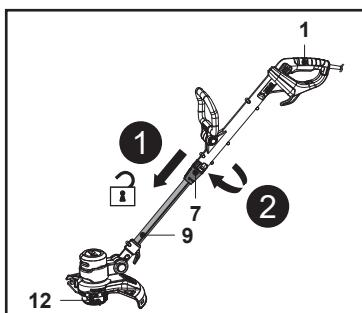

Fig. 6
- Deslice el botón de desbloqueo (7) hacia abajo y gire la empuñadura principal (1) hacia la derecha mientras sujetla la parte inferior de la barra (9) para ajustar el cabezal de corte (12) a un ángulo de 90° o 180° (Fig. 6). Suelte el botón de desbloqueo (7) y siga girando la empuñadura principal (1) hasta que encaje en su sitio. Asegúrese de que el botón de desbloqueo (7) encaje en su sitio.